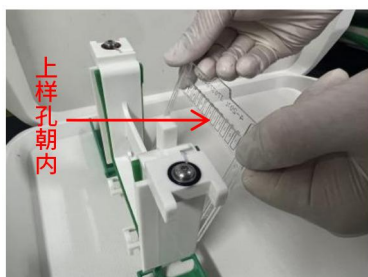

图 4
3.4 按照图示中的方法将胶板安装到凝胶电泳装置中-如图 4